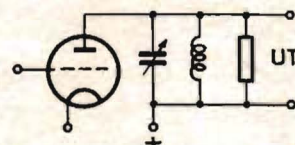

Fig. 7.
19) Se fig. 7. Vad orsakas genom att svängningskretsen på detta sätt parallellkopplats